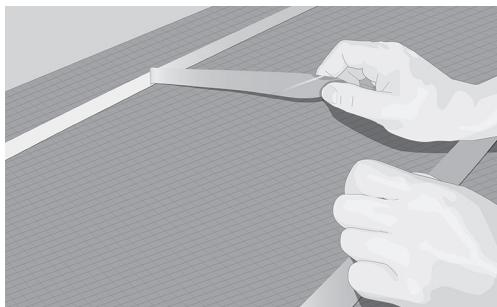

Рис. 6. Прокладывание двухсторонней ленты и удаление защитного слоя
10. Закрепите кабель на двухсторонней ленте, удаляйте защитное покрытие по мере прокладки кабеля (рис. 6 и 7).